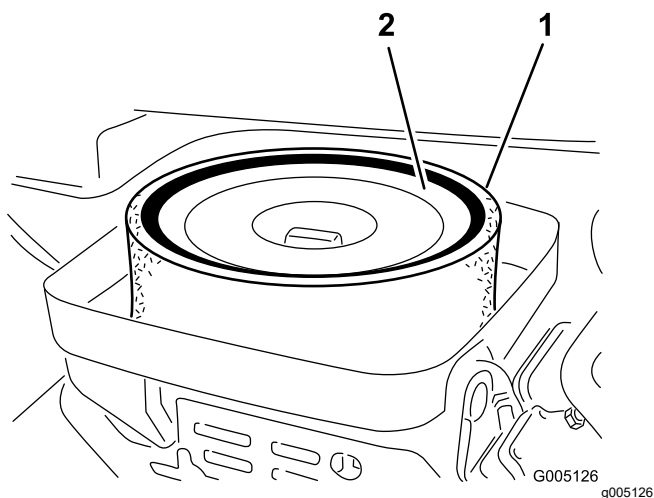

図 28
3. エレメントをエアクリーナに固定している蝶ナットを外す図 28。
4. スポンジ図 28を点検し、汚れていればペーパーエレメントから外す。以下の要領で丁寧に清掃してください